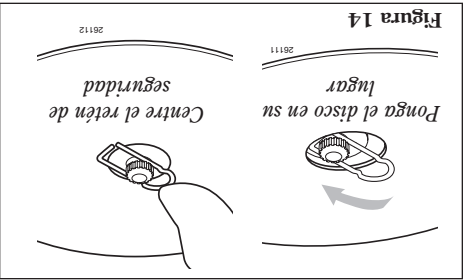

Figura 14
3. Encaje la cuchilla sobre el reten de seguridad y luego centrela sobre el borde del Soporte "A". Consulte la figura 14.
4. Asegure el disco en su lugar centrandolo el reten de seguridad en el eje de salida. Consulte la figura 14.